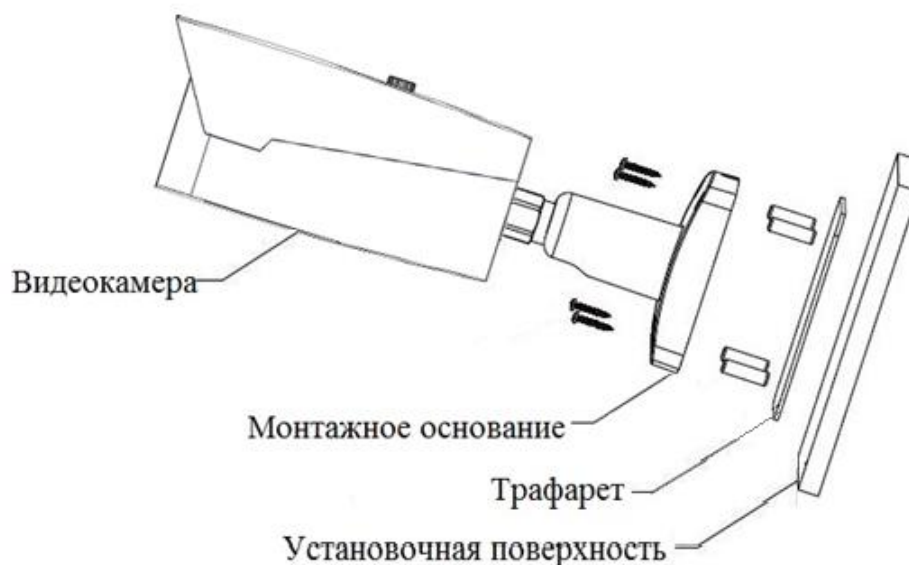

Рисунок 7.3
7.6 Прикрепите видеочамеру к установочной поверхности (рис.7.3). При необходимости поверните корпус видеочамеры на желаемый угол.